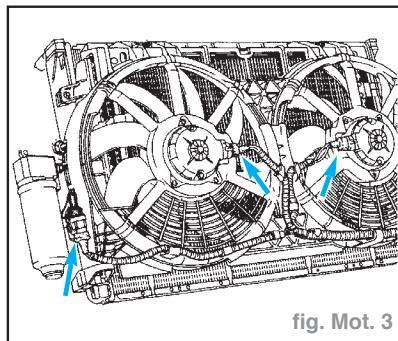

fig. Mot. 3
- Débrancher le câblage électrique au niveau des moteurs de GMV, du mano-contact trifonctions de climatisation et du thermocontact radiateur. Dégager le câblage (fig. Mot. 3).